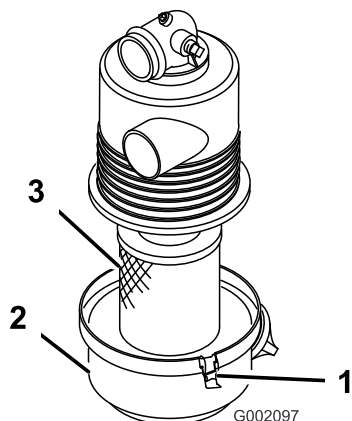

Figura 28
2. Liberte os trincos que fixam a cobertura do filtro de ar ao respectivo corpo (Figura 28).
3. Separe a cobertura do corpo e limpe o interior da cobertura do filtro de ar (Figura 28).
1. Introduza o filtro no corpo do filtro do ar (Figura 28).
2. Alinhe a cobertura do filtro do ar com o corpo do filtro do ar (Figura 28).
3. Fixe a cobertura ao corpo do filtro do ar com os trincos (Figura 28).